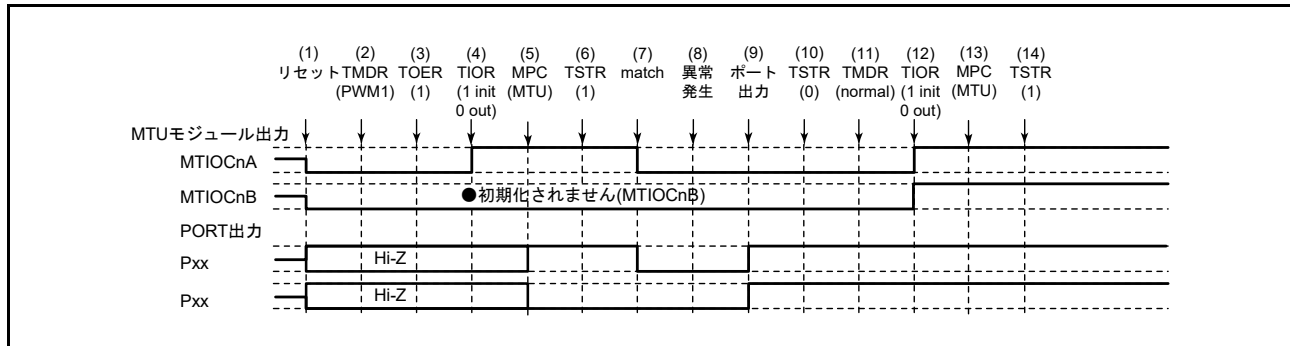

図 24.160 PWM モード 1 で異常が発生し、ノーマルモードで復帰する場合
PWM モード 1 で異常が発生し、再設定後ノーマルモードで再スタートする場合の説明図を図 24.160 に示します。
(1) ～ (10) は図 24.160 と共通です。
(11) PWM モード 1 で再スタートする場合には必要ありません。
(12) TIOR レジスタで端子を初期化してください (PWM モード 1 では MTIOcNB (MTIOcND) 端子に波形が出力されません。出力すべきレベルがある場合は、I/O ポートのポート方向レジスタ (PDR)、ポート出力データレジスタ (PODR) で汎用出力ポートの設定をしてください)。
(13) MPC と I/O ポートのポートモードレジスタ (PMR) で MTU 出力としてください。
(14) TSTRA (TSTRB) レジスタで再スタートします。
(11) PWM モード 2 を設定します。
(12) TIOR レジスタで端子を初期化してください (PWM モード 2 では周期レジスタに使用した TGR レジスタに対応する端子に波形が出力されません。出力すべきレベルがある場合は、I/O ポートのポート方向レジスタ (PDR)、ポート出力データレジスタ (PODR) で汎用出力ポートの設定をしてください)。
(14) TSTRA レジスタで再スタートします。
(11) 位相計数モードを設定します。
(12) TIOR レジスタで端子を初期化してください。
(14) TSTR レジスタで再スタートします。
(11) 波形生成部の初期化のためノーマルモードを設定してください。
(12) TIOR レジスタで PWM モード 1 の波形生成部を初期化してください。
(13) TIOR レジスタで PWM モード 1 の波形生成部の動作を禁止してください。
(14) TOERA (TOERB) レジスタで MTU3、MTU4 (MTU6, MTU7) の出力を禁止してください。
(15) TOCR1A、TOCR2A (TOCR1B, TOCR2B) レジスタで相補 PWM の出力レベルと周期出力の許可 / 禁止を選択してください。
(16) 相補 PWM を設定します。
(17) TOERA (TOERB) レジスタで MTU3、MTU4 (MTU6, MTU7) の出力を許可してください。
(18) MPC と I/O ポートのポートモードレジスタ (PMR) で MTU 出力としてください。
(19) TSTRA (TSTRB) レジスタで再スタートします。